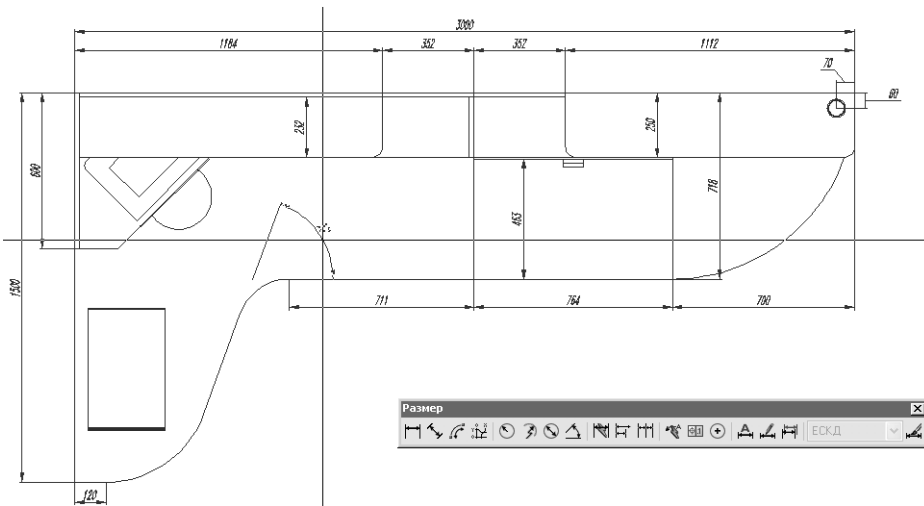

Рис. 11.23 ▼ Выбор расположения углового размера
- AutoCAD предложит выбрать вторую линию. Выберите горизонтальную линию, представляющую нижнюю границу контура прямолинейной части столешницы. AutoCAD создаст угловой размер, вид и размерное число которого будет зависеть от расположения указателя-перекрестия (рис. 11.23). Выберите оптимальное размещение размера и щелкните для его создания.